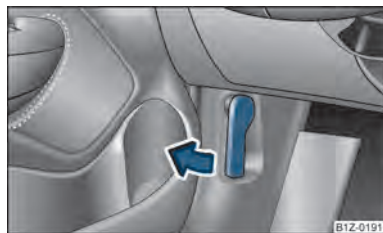

Fig. 148 Palanca para abrir la tapa del maletero
- Tire de la palanca de desbloqueo debajo del tablero de instrumentos, lado del conductor ⇒ fig. 148.
- Desbloquee el capó del vano motor ⇒ fig. 148.